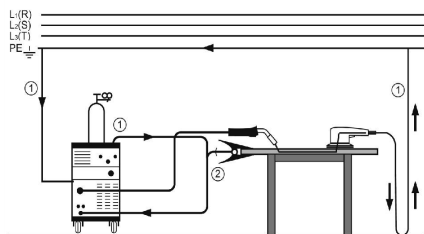

Рисунок 2 – Правильное подключение клеммы заземления.
2. Подсоедините клемму заземления плотно к сварочному столу или заготовке (рис. 2).